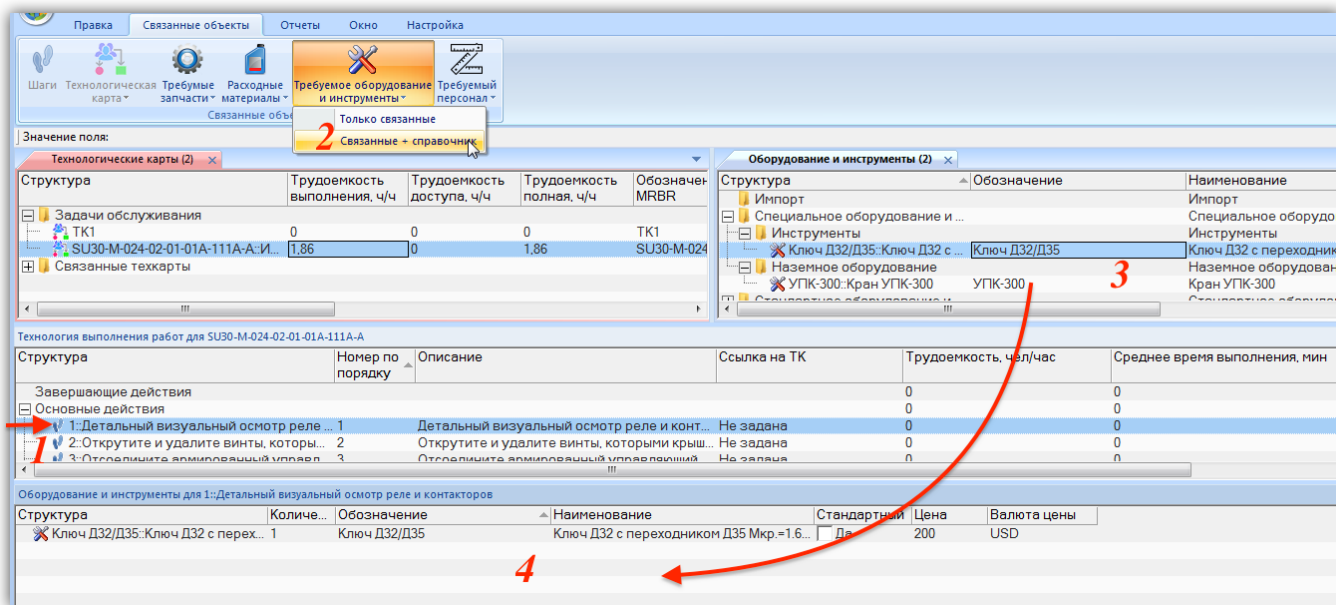

Рис. 12-78 – Оборудование и инструменты для шага технологии
- 1) Выбрать шаг технологии в связанном окне «Технология выполнения работ» для техкарты (1 на рис. 12-78).